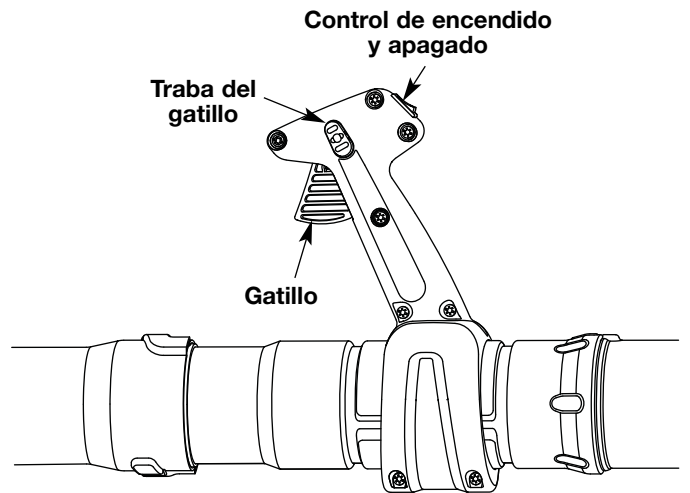

Fig. 16
NOTA: La unidad debe arrancarse en vacío. No oprima el gatillo mientras arranca la unidad (Fig. 16).
ARRANQUE EN CALIENTE: Si la unidad ya está caliente, coloque la palanca del obturador en la posición 3 y tire de la cuerda de arranque para volver a arrancar. **La unidad debe arrancarse en vacío. No oprima el gatillo mientras arranca la unidad** (Fig. 16).
2. Oprima y mantenga oprimido el Control de encendido y apagado en la posición APAGADO (O) hasta que el motor se detenga por completo (Fig. 16).
- Use la traba del gatillo (Fig. 16) para mantener el gatillo oprimido mientras esté trabajando para facilitar el funcionamiento continuo.
TRABA DEL GATILLO (Fig. 16)
1. Oprima el gatillo y manténgalo oprimido (Fig. 16).
2. Oprima la traba del gatillo y manténgala oprimida (Fig. 16).